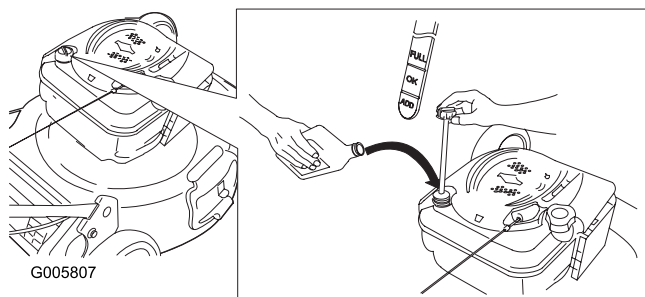

Figura 25
4. Vierta **lentamente** aceite en el tubo de llenado hasta que el nivel llegue a la marca **Full** de la varilla (Figura 25). **No llene demasiado.** (Capacidad máxima: 0,59 l, tipo: SAE 30W, aceite detergente con clasificación de servicio API SF, SG, SH, SJ, SL o superior.)